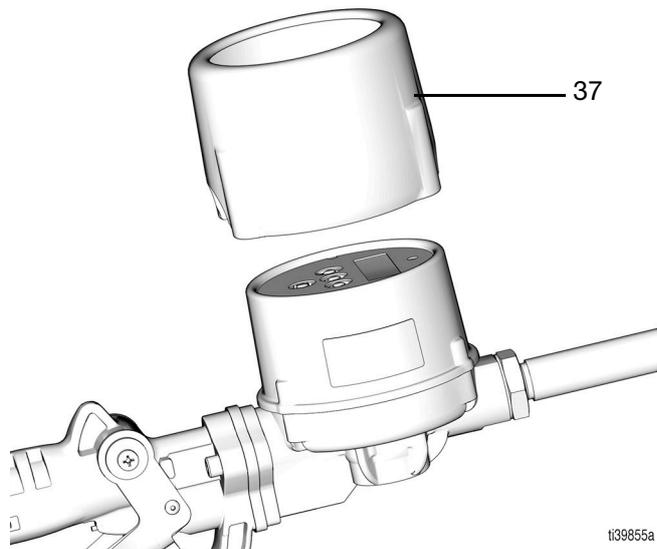

FIG. 15
2. Afloje la pieza giratoria (33) de la manguera y retire el medidor; a continuación, páselo a una mesa de trabajo para repararlo.
3. Retire la protección contra impactos (37) del medidor (FIG. 15).
12. Vuelva a montar la protección contra impactos (37), consulte la FIG. 15 en la página 12.